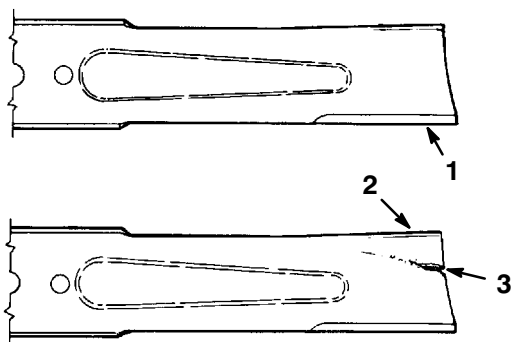

Abbildung 31
2. Die Schneidkanten untersuchen (Abb. 31). Wenn die Kanten nicht scharf sind oder Kerben haben, die Schnittmesser ausbauen und schärfen. Siehe "Schärfen der Schnittmesser", Seite 20.
3. Die Schnittmesser untersuchen, insbesondere den gebogenen Bereich (Abb. 31). Wenn Schäden, Verschleiß oder Rillenbildung in diesem Bereich festgestellt werden (Abb. 31), muß sofort ein neues Schnittmesser installiert werden.